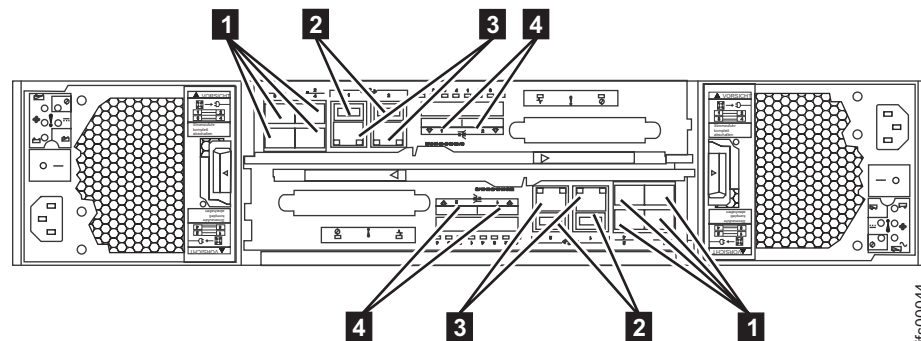
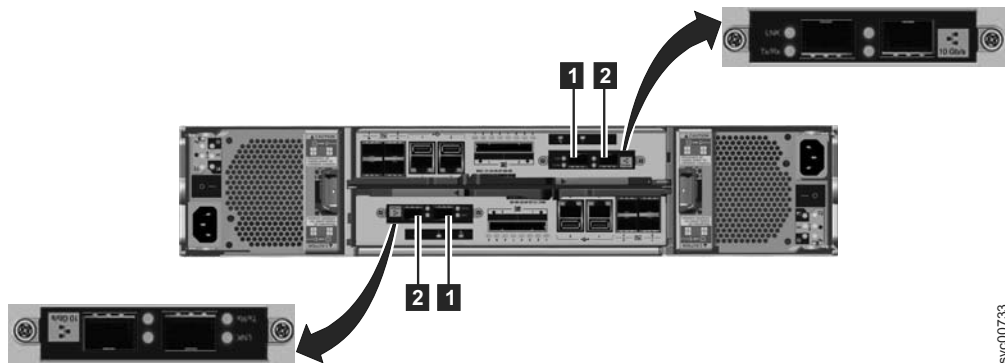
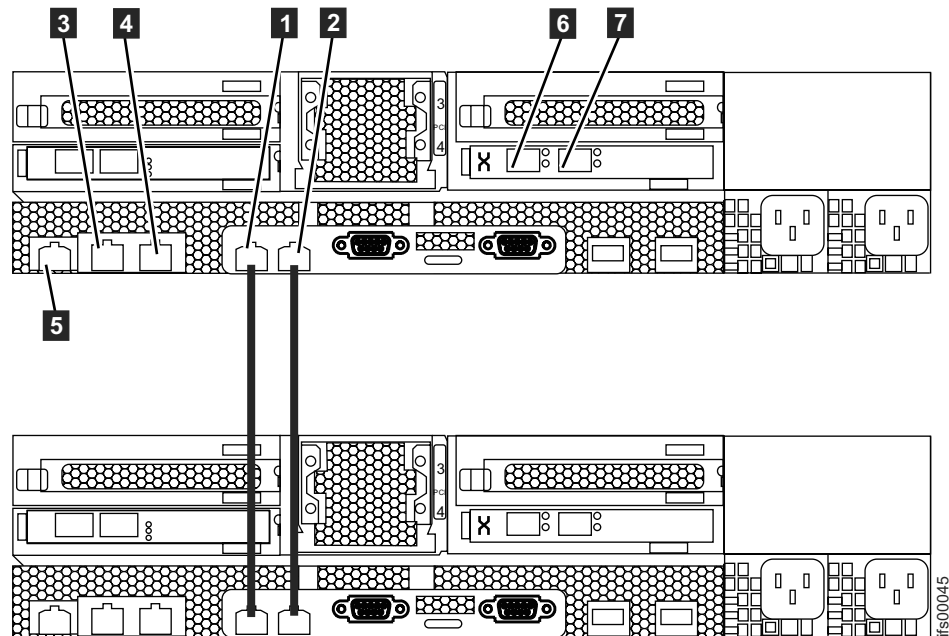

Abbildung 35. Ethernet-Netzverbindungen des Controllergehäuses.
Abbildung 36. 10-Gb/s-Ethernet-Anschlüsse auf der Rückseite des Storwize V7000-Gehäuses
Abbildung 37. Ethernet-Direktverbindungen der Dateimodulknoten.
Diese Task setzt voraus, dass Sie durch Ihre ursprüngliche Planung festgelegt haben, wo sich die Ethernet-Kabel befinden. Für das Storwize V7000 Unified-Controllergehäuse sind mindestens eine und maximal zwei 1-Gb/s-Ethernet-Verbindungen erforderlich. Siehe Abb. 35, Abb. 36 auf Seite 38 und Tabelle 3 auf Seite 38. Bei den Dateimodulen werden die ersten beiden 1-Gb/s-Ethernet-Anschlüsse, die in Abb. 37 auf Seite 39 mit **1** und **2** bezeichnet sind, für die interne Kommunikation zwischen den Dateimodulen verwendet. Der dritte und vierte 1-Gb/s-Ethernet-Anschluss wird (bei Bedarf) für Verwaltungszwecke und für Daten verwendet. Alle 10-Gb/s-Ethernet-Anschlüsse werden dediziert für Daten verwendet. Verwaltungsaufgaben können nicht über die 10-Gb/s-Ethernet-Anschlüsse ausgeführt werden. Siehe Abb. 37 auf Seite 39 und Tabelle 4 auf Seite 39.
Wenn diese Situation eintritt, ändern Sie die Service-IP-Adressen für die neuen Knoten, bevor Sie die Ethernet-Kabel anschließen. Details finden Sie in Abb. 37 auf Seite 39. Weitere Informationen zum Festlegen von Service-IP-Adressen unter Verwendung eines USB-Flashlaufwerks finden Sie auch in der PDF mit dem Handbuch *Storwize V7000 Unified Problem Determination Guide* auf der DVD.
- Schließen Sie ein Ethernet-Kabel vom Ethernet-Anschluss 1 am ersten Dateimodul an den ersten Ethernet-Anschluss am zweiten Dateimodul an. Die Anschlusspositionen sehen Sie in Abb. 37 auf Seite 39.
Bei jedem Dateimodul sind zwei 10-Gb/s-Fibre-Ethernet-Anschlüsse verfügbar. Die Anschlüsse befinden sich auf der PCI-Karte, die in Steckplatz 4 eingesteckt ist. Schließen Sie Ihre Netzübertragungskabel an die Ethernet-Anschlüsse in diesen Steckplätzen an (falls zutreffend). Siehe Abb. 37 auf Seite 39.